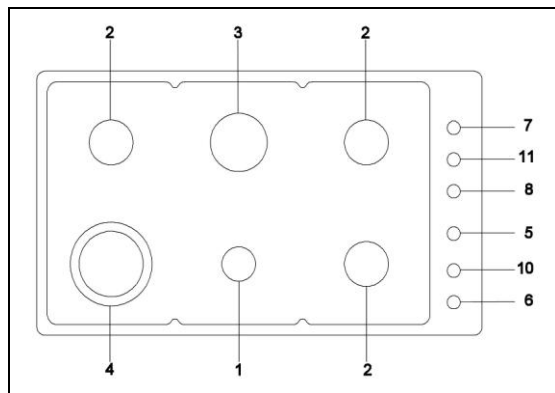

Fig.14
- ° Gaskookvlak type **P960**, zie fig. 14 - Elektrisch schema B---